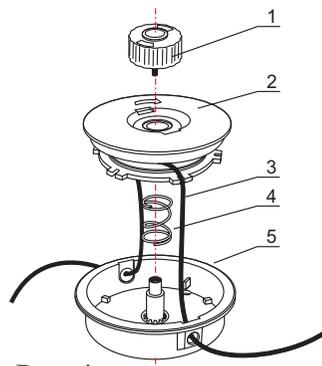

Рис. 4.
| | Из катушки выходит недостаточно лески | Нажать на фиксатор 1 катушки (рис. 4) и вытянуть леску до уровня ножа, ограничивающего длину лески |
9.4.2. Замена лески (рис. 4):